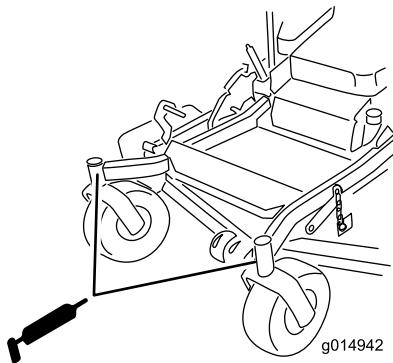

Bild 39
8. Ziehen Sie die Schmierpresse aus der Öffnung. Drehen Sie die Sechskantschraube und Staubkappe wieder ein (Bild 39).